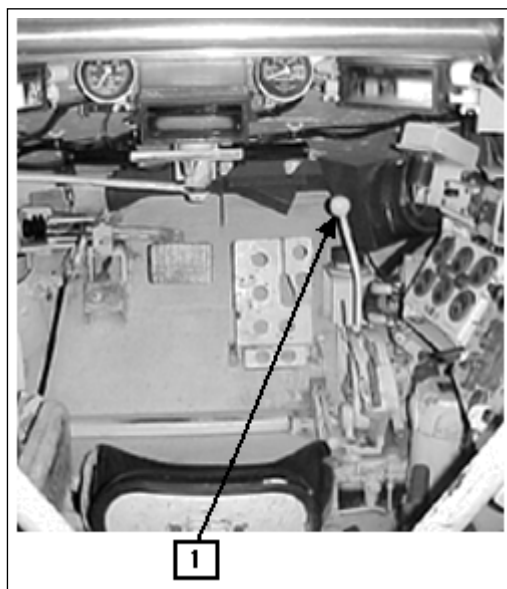

Fig 8-62. Compartimento do motorista
a. 1ª ação imediata - Acionar o extintor de incêndio fixo localizado dentro do compartimento do Motr do CC. (Fig 8-62 a 8-66)
(1) A tripulação alerta o Cmt CC se houver o caso de incêndio ou possibilidade de incêndio.
(2) O Cmt CC ordena ao Motr para ativar o sistema fixo de combate a incêndio.
(3) Parar o CC, se possível, de frente para o vento.
(4) Colocar a alavanca seletora de marcha em P (PARK) (1) e aplicar os freios.